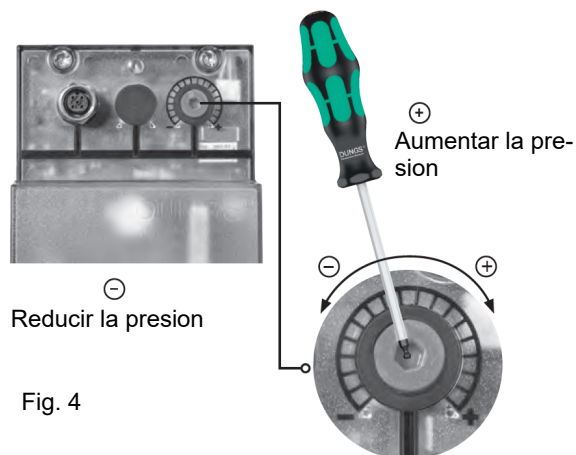

Fig. 4
**ATENCIÓN:** Para ajustar la presión de salida del regulador VD-R, actúe sobre la tuerca del anillo de ajuste apropiado (Fig. 4)
2. Desplazar el VD hacia adelante hasta el tope, fig. 4.